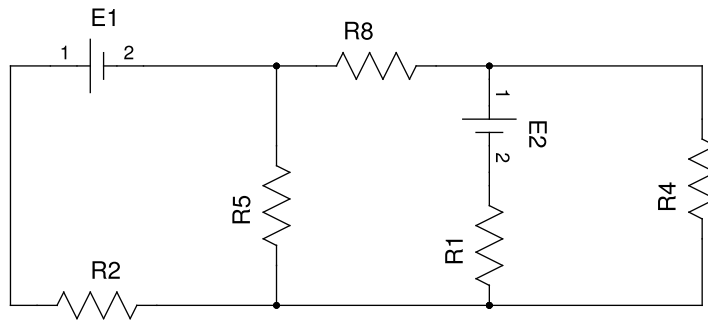
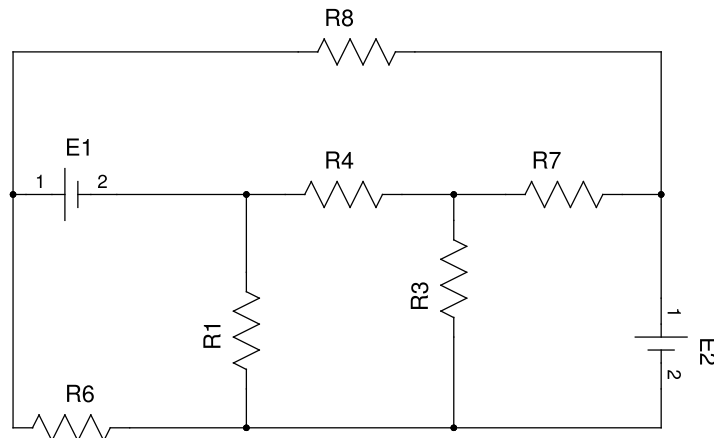

Figura 2.1
Figura 2.2
1. Monte o circuito da figura 2.1;
5. Repita os procedimentos 1-4 para o circuito da figura 2.2.
7. Monte novamente o circuito da figura 2.1 e meça a tensão no resistor R_5 ;
9. Monte novamente o circuito original da figura 2.1, substitua E_1 por um voltímetro e coloque E_1 em paralelo com R_5 ;
11. Monte novamente o circuito original da figura 2.1;
- 2.7. No circuito da figura 2.1, ao dobrarmos o valor de E_1 irá dobrar a a tensão no R_8 ? E no circuito da figura 2.2? Justifique e compare suas respostas com a análise da questão 8.4.